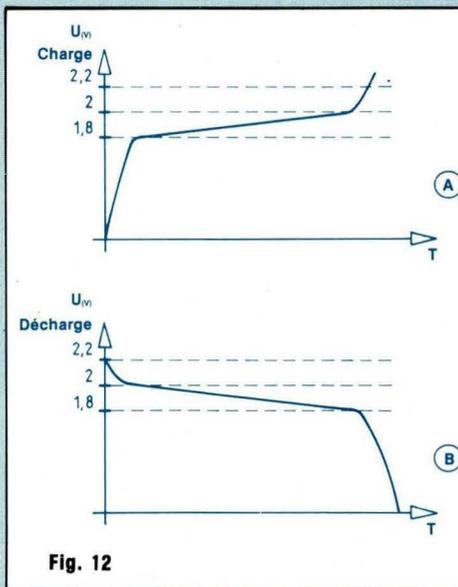

Fig. 12
Il ne faut jamais dépasser l'intensité indiquée par le constructeur, en général le dixième de la capacité en ampère-heure. Par exemple, on ne rechargera jamais une batterie de 60 Ah avec une intensité supérieure à 6 A. Pendant la charge, la force électromotrice de l'accumulateur est de sens contraire au courant. Il s'agit d'une force contre-électromotrice qui est soumise aux variations suivantes, figure 12(A) :
Il ne faut pas dépasser l'intensité indiquée par le constructeur et ne jamais pousser la décharge au-delà de 1,8 V. On s'arrêtera à quelques 1,85 V. En général, l'intensité du courant de décharge exprimée en ampères, ne devra pas dépasser le quart du nombre exprimant la capacité en ampères-heures. Reprenant l'exemple précédent de notre batterie de 60 Ah, il faudra faire en sorte de ne pas prolonger dans le temps un débit de plus de 15 A. Pendant la décharge (figure 12 (B) :